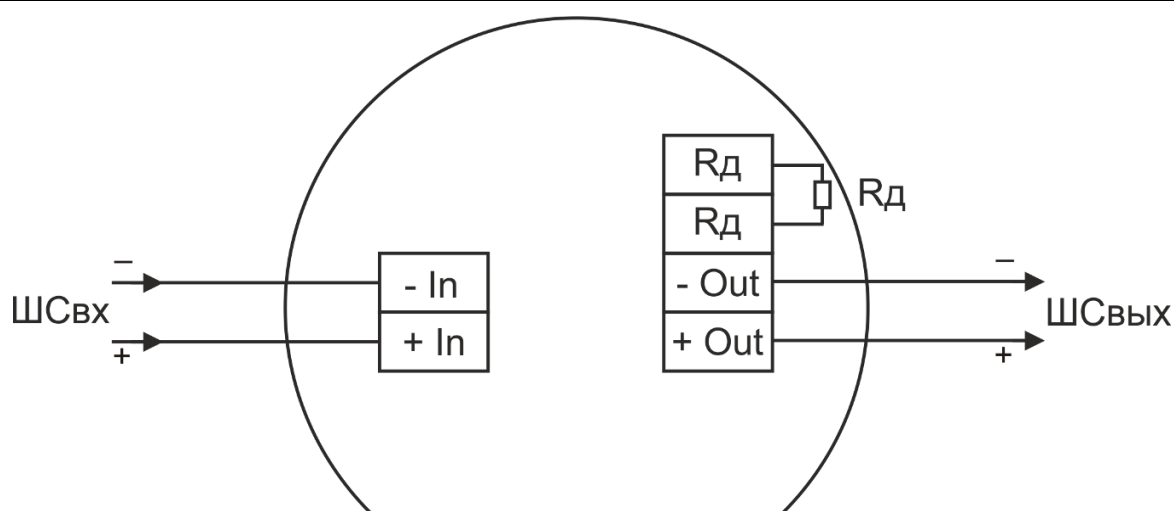

Рисунок 3 – Схема подключения извещателя в ШС ППК.
- подключить извещатель по двухпроводной схеме, рис. 3;
- осуществить монтаж соединительного кабеля в кабельном вводе и соединить проводники в соответствии со схемой подключения, рис. 3.